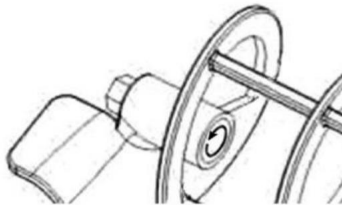

Abb.13
Ersetzen Sie die Dichtung (A) mindestens einmal jährlich. Schmieren Sie die Dichtung (A) mit dem mitgelieferten Fett, siehe Abb. 13.